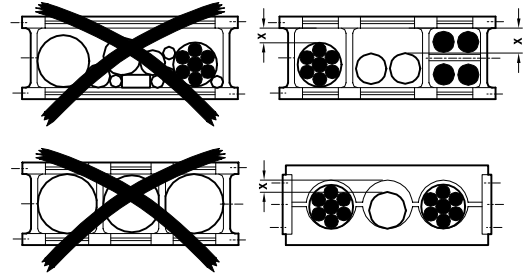

Bild 1
3. Legen Sie die Leitungen lose nebeneinander in die Kettenstege, möglichst durch Trennstege oder separate Bohrungen von einander getrennt. Achten Sie auf den Freiraum „X“ der Leitungen von 10% des Leitungsdurchmessers. Vermeiden Sie Anordnungen übereinander, ohne Verwendung von Trennstegen (siehe Bild 1).